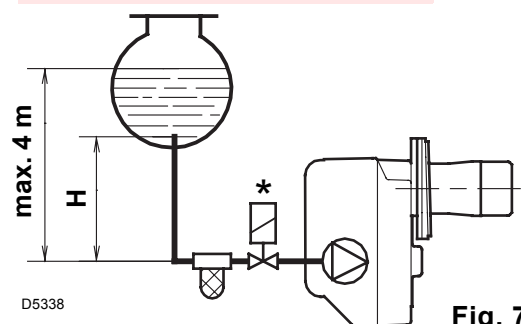
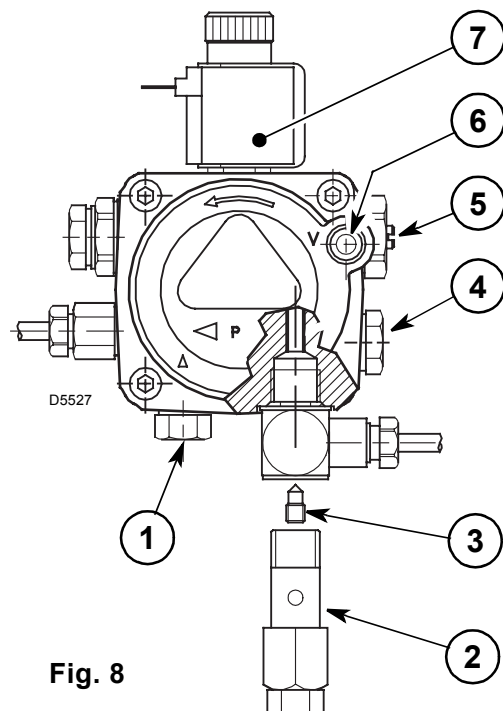

Fig. 7
Fig. 8
- La pompa è predisposta per funzionamento bitubo. Per il funzionamento monotubo è necessario svitare il dado di ritorno (2), togliere la vite di by-pass (3) e quindi riavvitare il perno (2), (vedi fig. 8).
Nell'impianto di fig. 7 è sufficiente allentare l'attacco del vacuometro (6, fig. 8) ed attendere la fuoriuscita del combustibile.